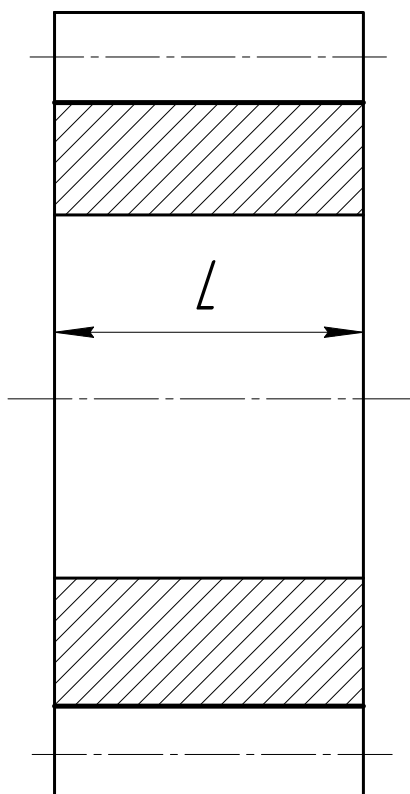

Рис. 14. Нарезание зубчатых венцов червячными фрезами
23. Нарезание зубчатых венцов червячными фрезами (см. рис. 14).